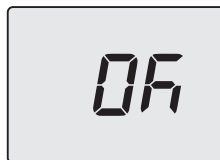

Figura 5.45
- Premendo il tasto 14 (Figura 5.39) si ottiene la conferma del valore inserito. Il display visualizzerà per 5 sec. quanto segue (Figura 5.45) poi, si porterà al livello superiore.